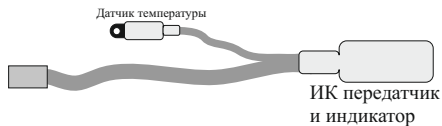
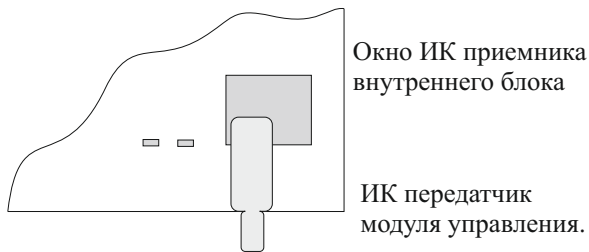

Рис. 3 Модуль УРК-3И управления кондиционером (модуль ИК).
Рис. 4 Монтаж модуля ИК на внутреннем блоке кондиционера
6.7 Установите ИК передатчик модуля управления кондиционером согласно рис.3. Установите датчик температуры модуля (рис.4) на внутреннем блоке в потоке выходного воздуха кондиционера.